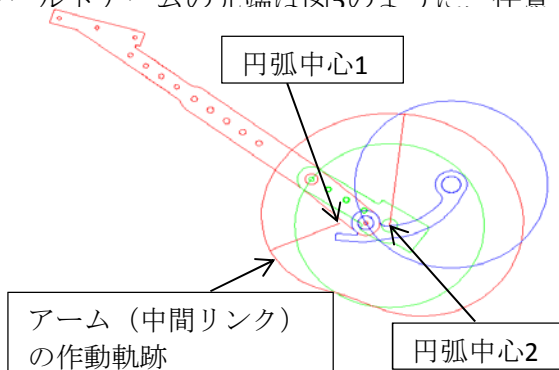

図4 アーム（中間リンク）の作動軌跡
- ・アーム（中間リンク）の作動軌跡は図4に示すように、2点以上の充分に間隔の空いた円弧中心を持つ連続した曲線を往復する構造になっている。